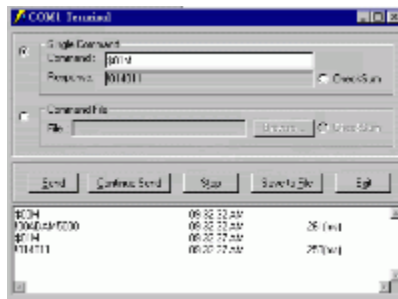

Рисунок 1.6 – Вікно Terminal
1.20.5 Натисніть кнопку **Terminal** панелі інструментів. З'явиться вікно **Terminal** (див. рис.1.6).